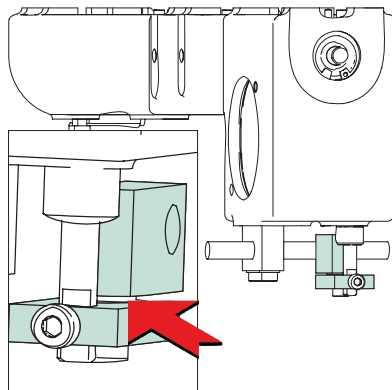

Abb. 12: Schmierstellen am Fadenschneider-Antrieb (Sicht von **hinten** auf den Freiarm)
- Die Schrauben der Abdeckbleche ① (Abb. 12) lösen und herausnehmen.
- Der Bordürenrahmen ② (Abb. 12) ist in die rechte Endlage zu verfahren. Die Bleche können dann nach rechts verschoben werden.
- Der Bordürenrahmen ② ist nun in die linke Endlage zu verfahren. In dieser Lage können die Bleche ① etwas angehoben werden